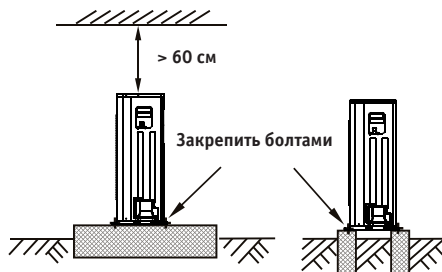

Рис. 6-6
- Бетонное основание сооружается в соответствии с техническими условиями для внешних блоков (См. Рис. 6-6)
- Опоры устройства необходимо надёжно закрепить болтами, чтобы предотвратить его падение в случае землетрясения или порыва сильного ветра. (См. Рис. 6-6)